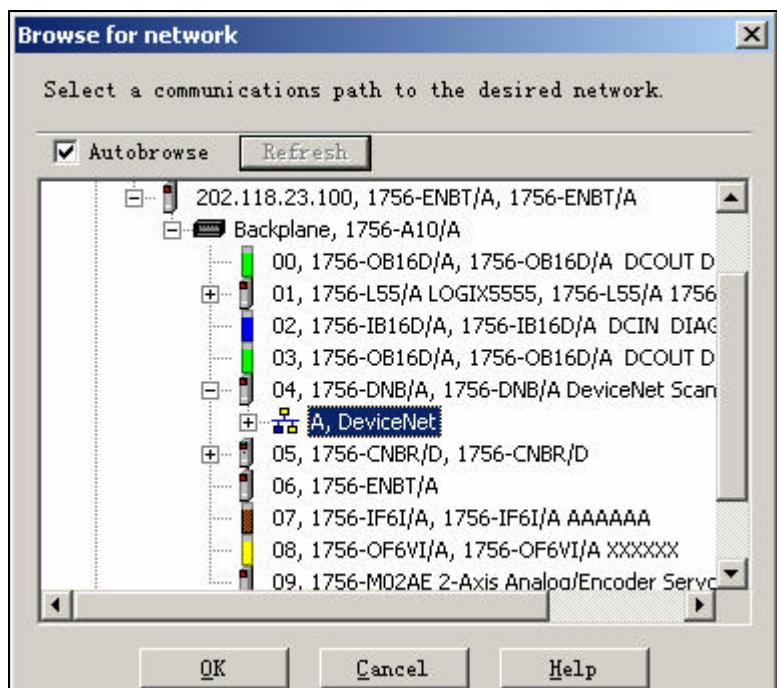

图 5-10 连接到网络
(8) 单击 图标，展开刚才添加的 Ethernet/IP 驱动，如图 5-10 所示。
(9) 单击 Start→Programme→Rockwell Software →RSNetWorx→NetWorx for DeviceNet，打开 RSNetworx for DeviceNet 软件。点击工具栏上的 图标，显示“Browse for network”对话框，选择 DeviceNet，点击 OK，如图 5-10 所示。